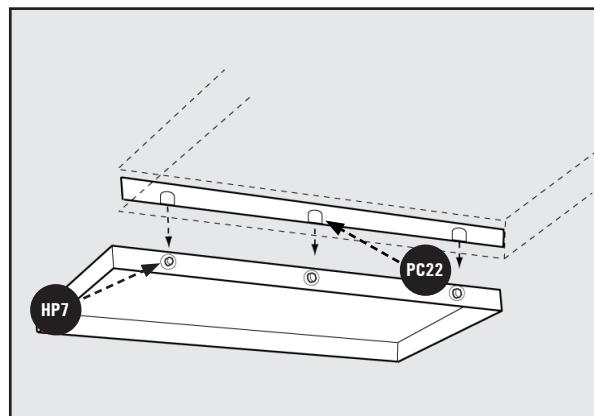

Figure 12
5. Assembler sans serrer trois vis à tête hexagonale 5/16 18 x 7/8 pouces avec des rondelles de blocage fendues **HP7**, des rondelles plates 8 x 16 x 1t **HP16** et trois écrous à bride hexagonaux 5/16-18 **HP14** dans les trois trous sur le côté de l'aile d'extension comme indiqué. Voir la Figure 12.